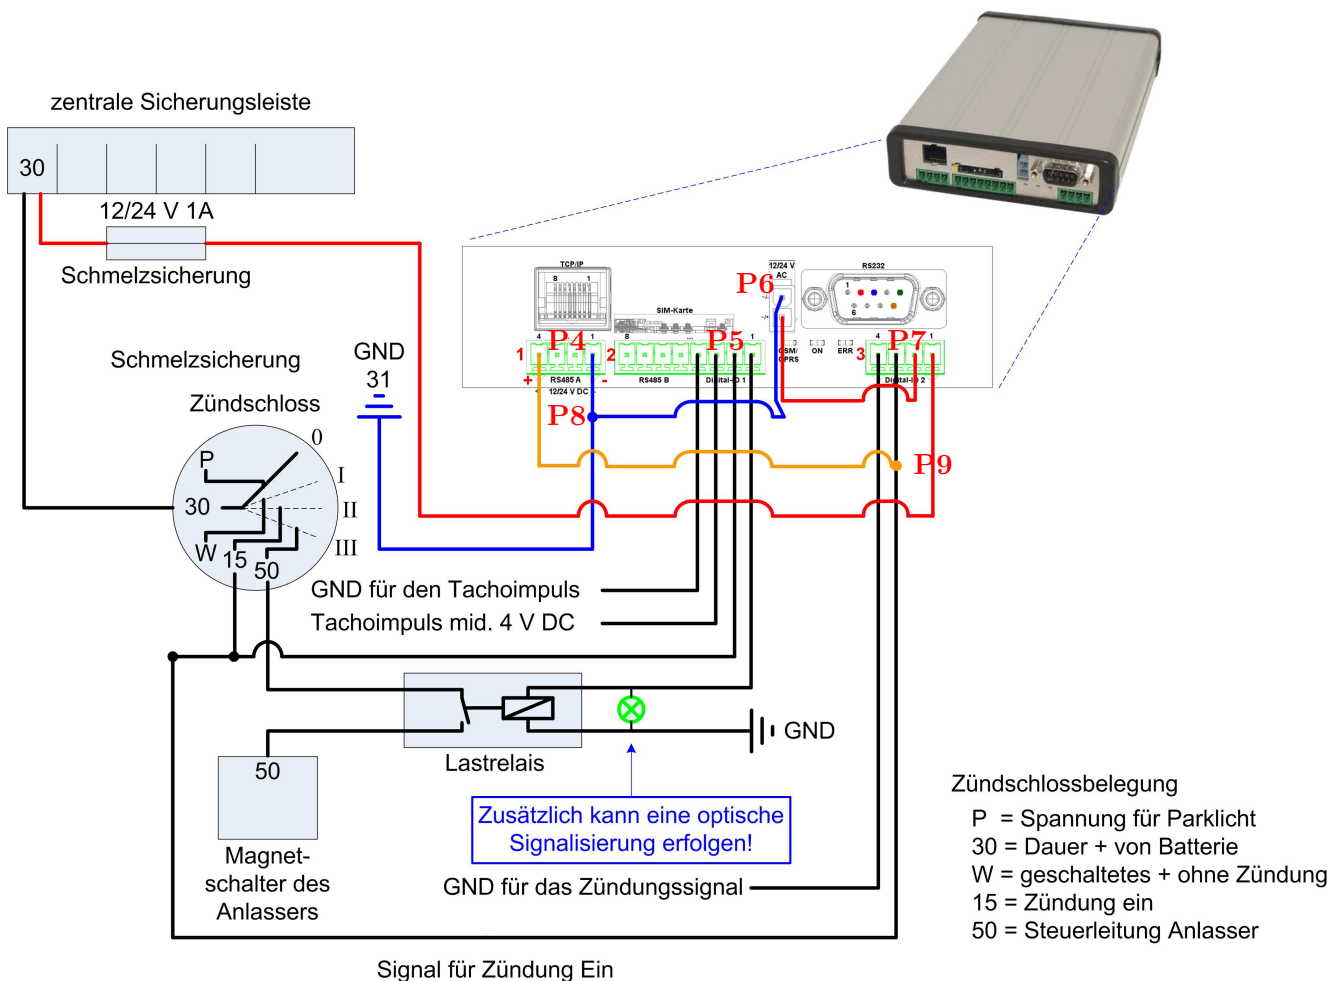
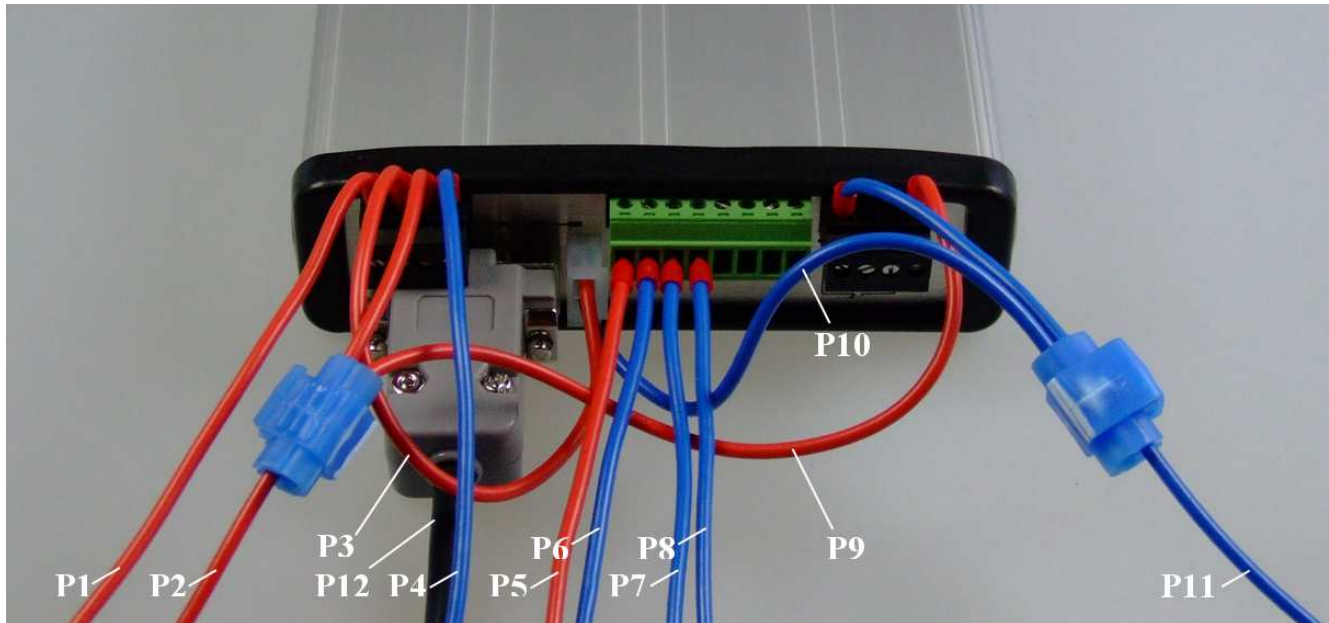

Abbildung 11: Anschlussbelegung
Abbildung 12: Verkabelung des Mobil-MasterIV
- ▶ **Alle Anschlussleitungen**, die auf die Klemmen **P4**, **P5** und **P7** in Abbildung 11 aufgelegt werden **sind mit Aderendhülsen zu versehen** siehe Abbildung 12.
Es darf max. eine Leitung je Klemme des Mobil-MasterIV aufgelegt werden. Andernfalls sind Lüsterklemmen zu verwenden, um mehrere Leitungen auf eine gemeinsame Leitung (**max.0,75mm2**) zu zentrieren! Alle Leitungen sind mit Adrennhülsen zu versehen (siehe Abbildung 12).